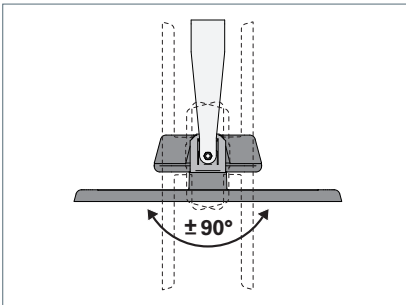

Fig. 10: Leuchte ausrichten.
- ▶ Richten Sie die Leuchte aus, siehe Fig. 10.